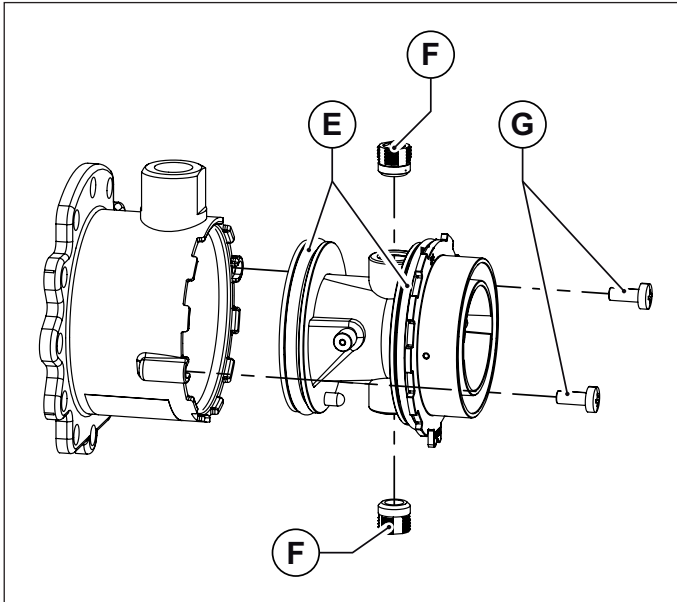
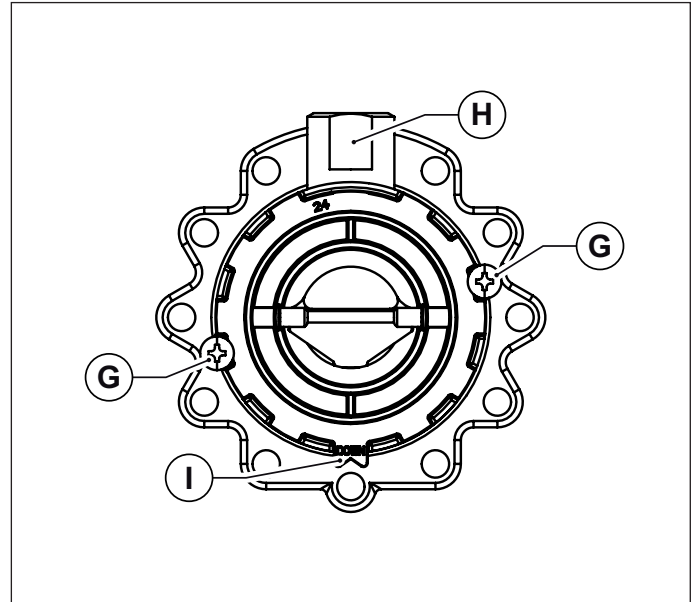

Fig. 30 Corpo in plastica del miscelatore
Fig. 31 Orientamento di montaggio
- Sfilare il corpo in plastica del miscelatore, svitando le due viti di fissaggio (vedi Fig. 30 Corpo in plastica del miscelatore).
- Svitare i due ugelli del miscelatore utilizzando una chiave a brugola da 6 mm (vedi Fig. 30 Corpo in plastica del miscelatore).
- Rimontare il corpo in plastica (Venturi) inserendolo nel miscelatore e avvitandolo con le viti di fissaggio, avendo cura di non danneggiare le guarnizioni o-ring che sono montate agli estremi del corpo in plastica (vedi Fig. 30 Corpo in plastica del miscelatore) e di rispettare l'orientamento di montaggio (vedi Fig. 31 Orientamento di montaggio).
- Montare il mixer riassembleto al ventilatore con le viti a brugola, avendo cura di riposizionare, fra mixer e ventilatore, l'o-ring di tenuta (vedi Fig. 30 Corpo in plastica del miscelatore).
- Montare il mixer riasssemblato al ventilatore con le viti a brugola, avendo cura di riposizionare, fra mixer e ventilatore, l'o-ring di tenuta (vedi Fig. 30 Corpo in plastica del miscelatore).